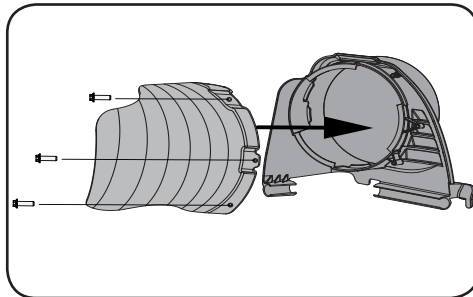

Figure 4-9
Fixez le support de goulotte supérieur au déflecteur de goulotte à l'aide des trois (3) vis fournies dans le kit de matériel 689-02299. Consultez la Figure 4-9.